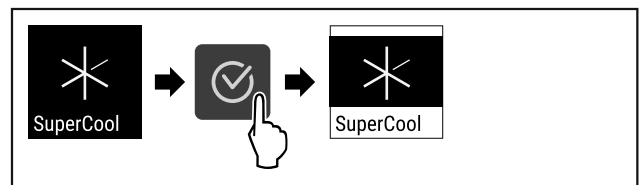

Fig. 73
- ▶ Изпълнете стъпките (виж Fig. 73).